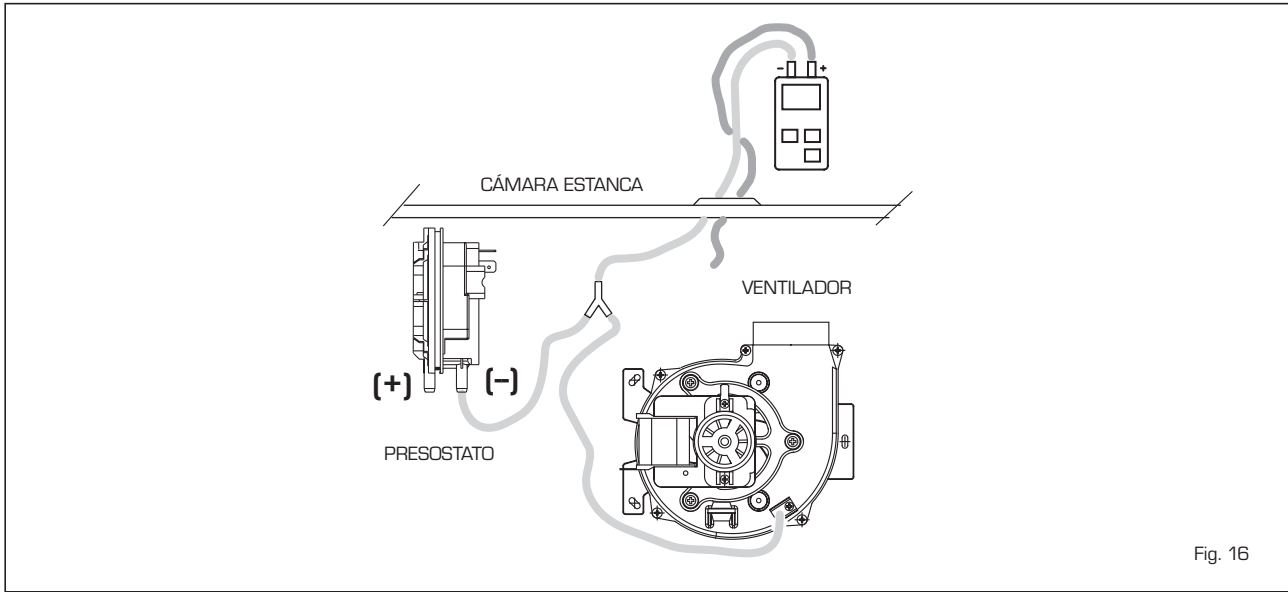

Fig. 16
3.8 PRESOSTATO DE HUMOS (fig. 16)
El valor de señal al presóstato se mide con un manómetro diferencial conectado como se indica en la fig 16.